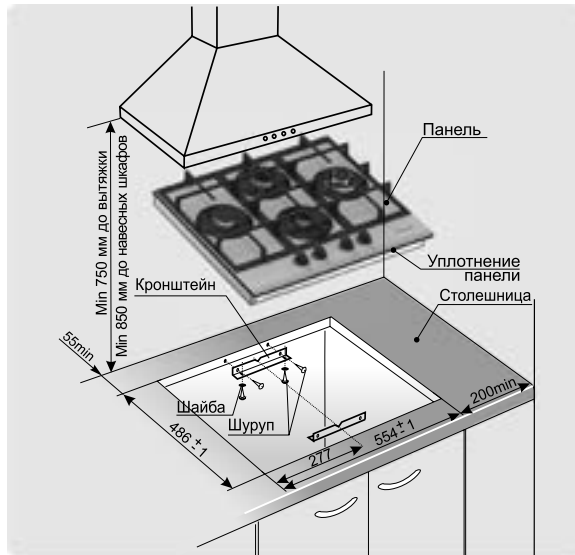

Рис. 4
1. Точно разметить на столешнице контур проема под панель варочную в соответствии с рис. 4.